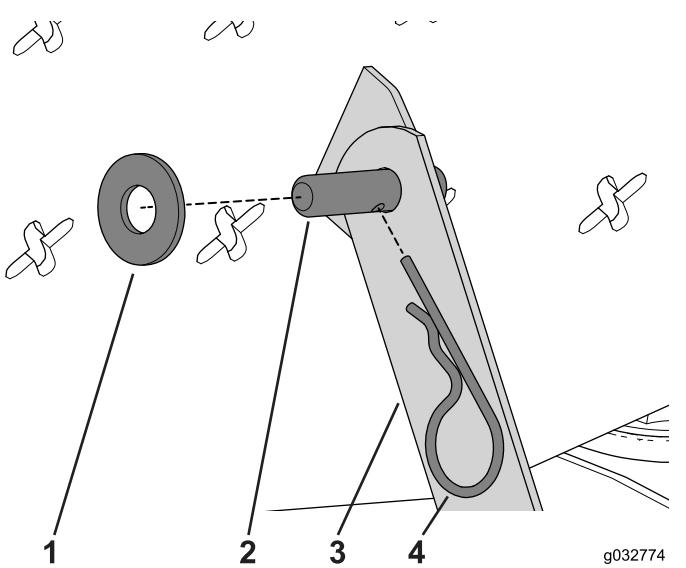

Figura 50
2. Desconecte el brazo de giro y el soporte de giro retirando la chaveta que sujeta el pasador de giro y la arandela (**Figura 50**).